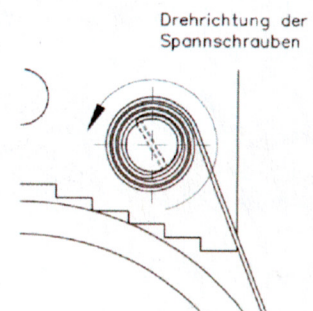

Abb. 3
3. Das Band muss mindestens 3 mal um die Spannschraube gewickelt werden. Um ein Lockern zu verhindern, wird die Mutter fest angezogen. (Abb. 3)